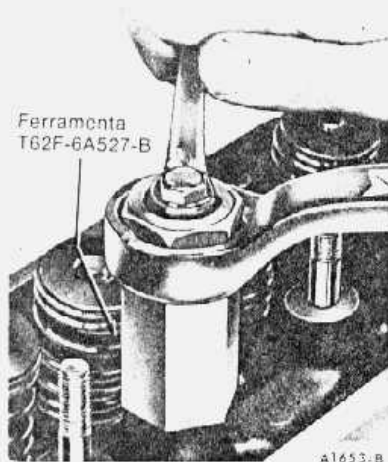

fig. 9 — remoção dos prisioneiros dos balancins
1. Posicionar o extrator de prisioneiros (ferramenta T62F-6A527-B) sobre o prisioneiro e parafusá-lo até o fundo. Segurar com uma chave o sextavado superior e girar o sextavado maior no sentido horário (fig. 9).